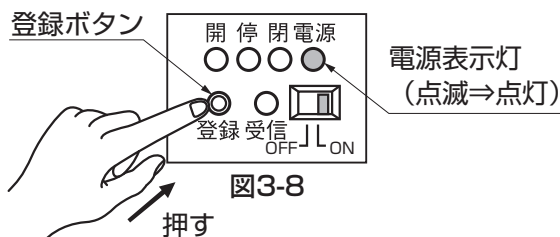

図3-8
- ④リモコン送信器の登録完了後、リモコン受信器の登録ボタンを押して登録または電源表示灯が「点灯」に変わるまで待ちます。(図3-8参照)